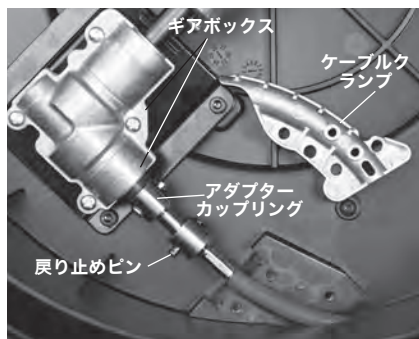

図15 – 排水管清掃機ハウジング(カバーを外した状態)
3. ハウジングを開きます(図15)。
4. ケーブルクランプの留め具、ケーブルクランプを取り外します(図15/16)。